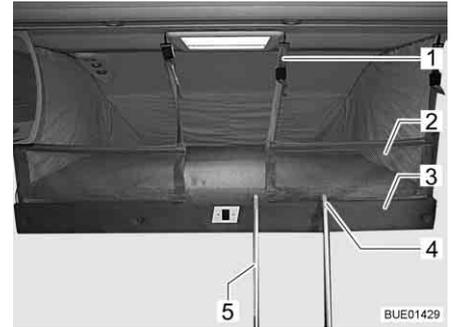

Fig. 103 Letto basculante con rete protettiva montata
Se è disponibile una rete protettiva (Fig. 103,2), questa è sistemata con le cinture di ritegno sotto il materasso del letto basculante. Fissare la rete protettiva soltanto dopo che le persone si sono stese nel letto basculante.
- Agganciare la cintura di ritegno (Fig. 103,1) ai ganci del soffitto.
- Agganciare la scala a gradini (Fig. 103,5) con le due staffe (Fig. 103,4) nella barra di presa (Fig. 103,3) al letto basculante.